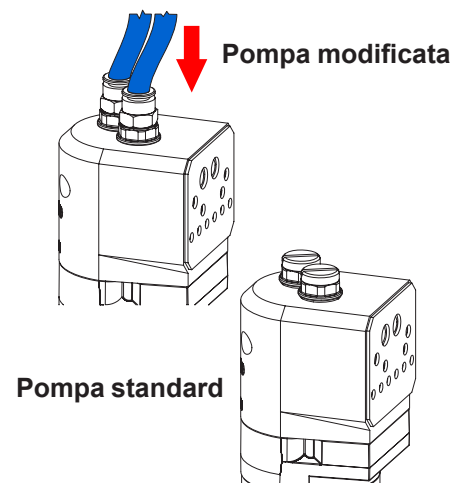

Figura 17 Rimontaggio dei tubi dell'aria di spurgo.
4. Vedi Figura 17. Montare i gruppi tubo di fluidizzazione nel corpo pompa. Serrare gli attacchi di accesso, poi ricollegare i tubi dell'aria di spurgo.